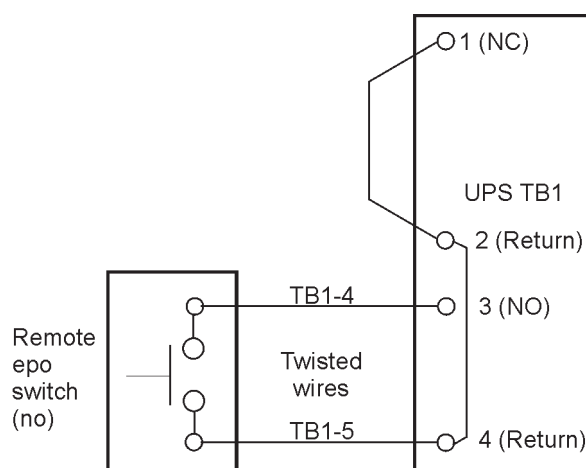

Рис. 4-14. Проводка нормально-разомкнутого удаленного выключателя ЕРО
8. Проложите и подключите проводку как показано на Table 4-2 и Рис. 4-14.